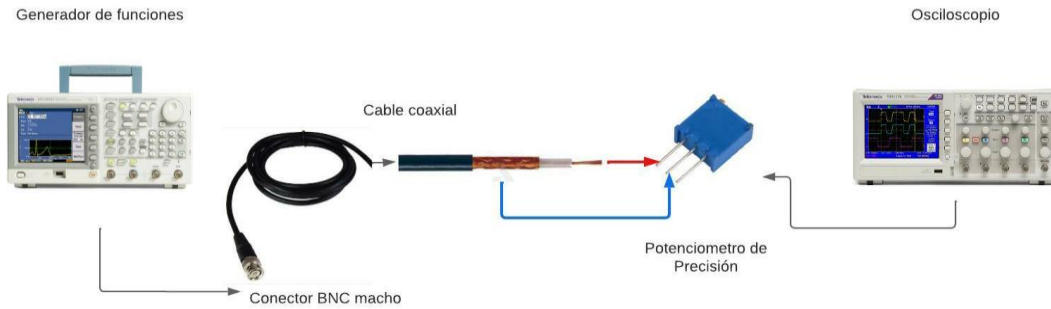

Figura 3 Esquema de conexión y medición de la impedancia.
- 5.3 Conectar el cable coaxial RG-58 construido al generador de funciones (conector BNC) y con el osciloscopio observar la señal que se produce al variar el potenciómetro. El esquema de conexión se indica en la Figura 3.